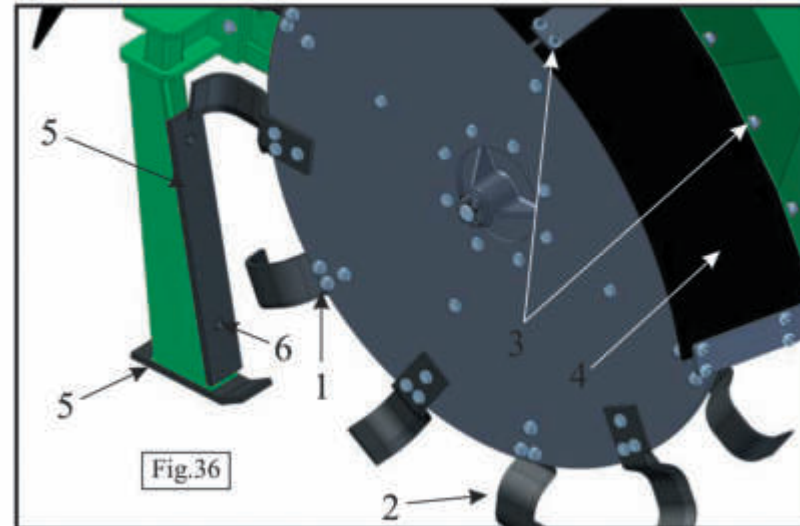

Fig.36
1. Svitare ed estrarre le viti (n°1 di fig. 36), sostituire il coltello (n°2 di fig. 36) usurato o danneggiato soltanto con ricambi originali.
1. Unscrew and remove the screws (no. 1 in fig. 36), replace the blade (no. 2 in fig. 36) that is worn or damaged, only using original replacement spare parts.
1. Die Schrauben lösen und entfernen (Nr. 1 Abb. 36), das abgenutzte oder beschädigte Messer (Nr. 2 Abb. 36) ersetzen, aber nur mit Originalersatzteilen.
1. Svitare ed estrarre le viti (n°3 di fig. 36), sostituire le gomme flessibili (n°4 di fig. 36) esclusivamente con ricambi originali.
1. Svitare ed estrarre le viti (n°6 di fig. 36), sostituire gli striscianti (n°5 di fig. 36) esclusivamente con ricambi originali.
2. Verificare l'efficienza degli striscianti del tallone (n°5 di fig.36) e se usurati provvedere alla sostituzione.
1. Unscrew and remove the screws (no. 3 in fig. 36), replace the flexible rubber guards (no. 4 in fig. 36) exclusively with original spare parts.
1. Unscrew and remove the screws (no. 6 in fig. 36), replace the sliding parts (no. 5 in fig. 36) exclusively with original spare parts.
2. Check the efficiency of the sliding parts of the bead (n. 5 of fig. 36) and if they are worn, have them replaced.
1. Die Schrauben lösen und entfernen (Nr. 3 Abb. 36), die elastischen Gummis (Nr. 4 Abb. 36) ersetzen, aber nur mit Originalersatzteilen.
1. Die Schrauben lösen und entfernen (Nr. 6 Abb. 36), die Gleitlager (Nr. 5 Abb. 36) ersetzen, aber nur mit Originalersatzteilen.
2. Überprüfen Sie die Wirksamkeit der Gleitlager der Ferse (Nr. 5 Abb. 36) und falls abgenutzt, müssen sie ersetzt werden.